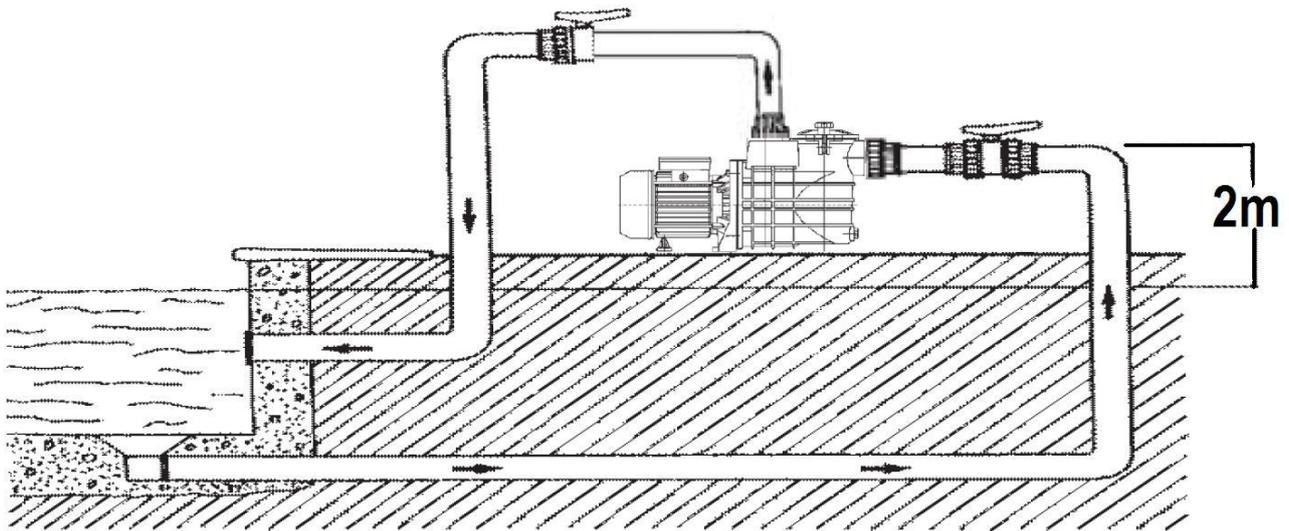

Fig.3
- En effectuant les mesures à partir du raccordement pour l'aspiration (voir fig.3), la pompe peut être installée jusqu'à max. 5m en dessous et 2m max. au-dessus de la surface de l'eau.